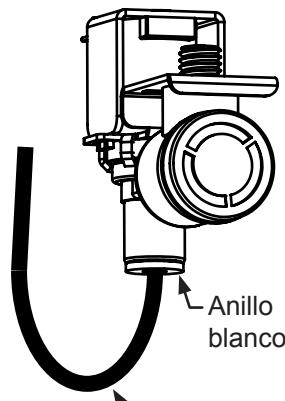

Figura 21a
18. Desconecte el tubo de agua plástico fuera de la parte inferior de la válvula solenoide (vea la Figura 21a) y drene. Reconecte el tubo de agua.